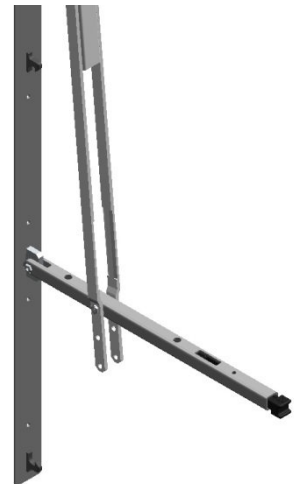

Abbildung 8,
12. Handhebel und Kniehebel herausklappen und die Lochbilder entsprechend der gewünschten Funktion (zulässige Kombination von Hub und Fahrstellung; siehe Tabelle 3, Fahrstellungen) zur Deckung bringen, mit beiliegender Linsenflachkopfschraube M8x43 abstecken und mit beiliegender Mutter M8 (TRELOC) sichern. (siehe Abbildung 8, Kniehebel mit Handhebel verbinden und Tabelle 3, Fahrstellungen).